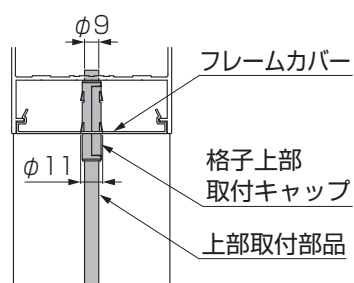

図10-5
- 格子上部取付キャップ下側の羽部分をフレームカバーに引っ掛けてください。（図10-5参照）